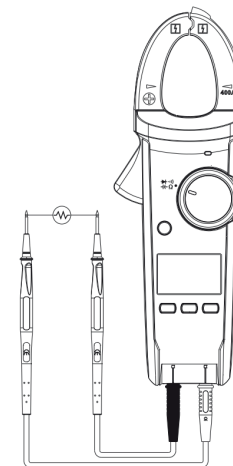

Рисунок 6
5. Измерение сопротивления (рисунок 6)